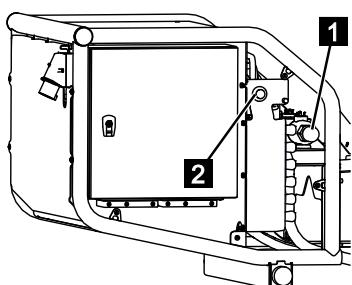

Abb. 181
3. Das Ventil (Abb.181/1) eindrücken und im Uhrzeigersinn verriegeln.
4. Den Taster *[Notbedienung]* (Abb.181/2) drücken und halten.